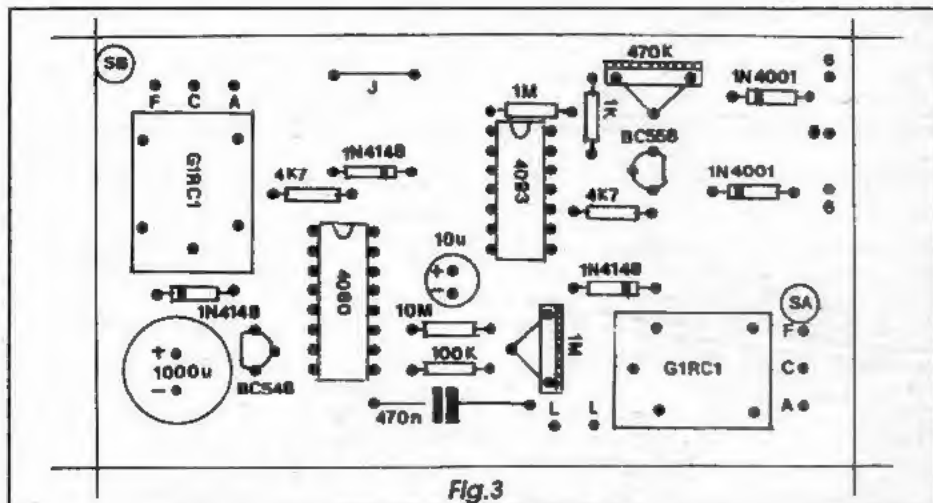

Fig.3
- **FIG. 3 - CHAPEADO DA MONTAGEM** - O outro lado da placa (não cobreado), também em tamanho natural, com praticamente todos os componentes do circuito devidamente posicionados e identificados em seus valores, códigos e polaridades. Lembrar que os dois integrados, os dois transistores, os cinco diodos e os dois capacitores eletrolíticos, são componentes *polarizados*, devendo ter seus terminais inseridos à placa exatamente nas posições indicadas (qualquer inversão redundará em danos ao componente e obstará o funcionamento do circuito...). Os relês também precisam ser colocados na placa em posição correta, porém a sua própria disposição de pinos inibe uma eventual incorreção... Quanto aos demais componentes, não polarizados, o único *segredo* é ler previamente, com precisão, seus valores, de modo a não colocá-los na placa em lugares errados... Não esquecer do *juniper* (codificado como J, na figura...), nada mais do que um pedacinho de fio interligando dois furos/ilhas... Lembrar ainda (na furação prévia...) que os terminais dos relês e dos *trim-pots* são um pouco mais grossos do que os dos outros componentes, requerendo assim um diâmetro um pouquinho maior nos respectivos furos... Se *pintarem* dúvidas, recorrer ao **TABELÃO APE**... Conferir tudo ao final, com extrema atenção, aproveitando para